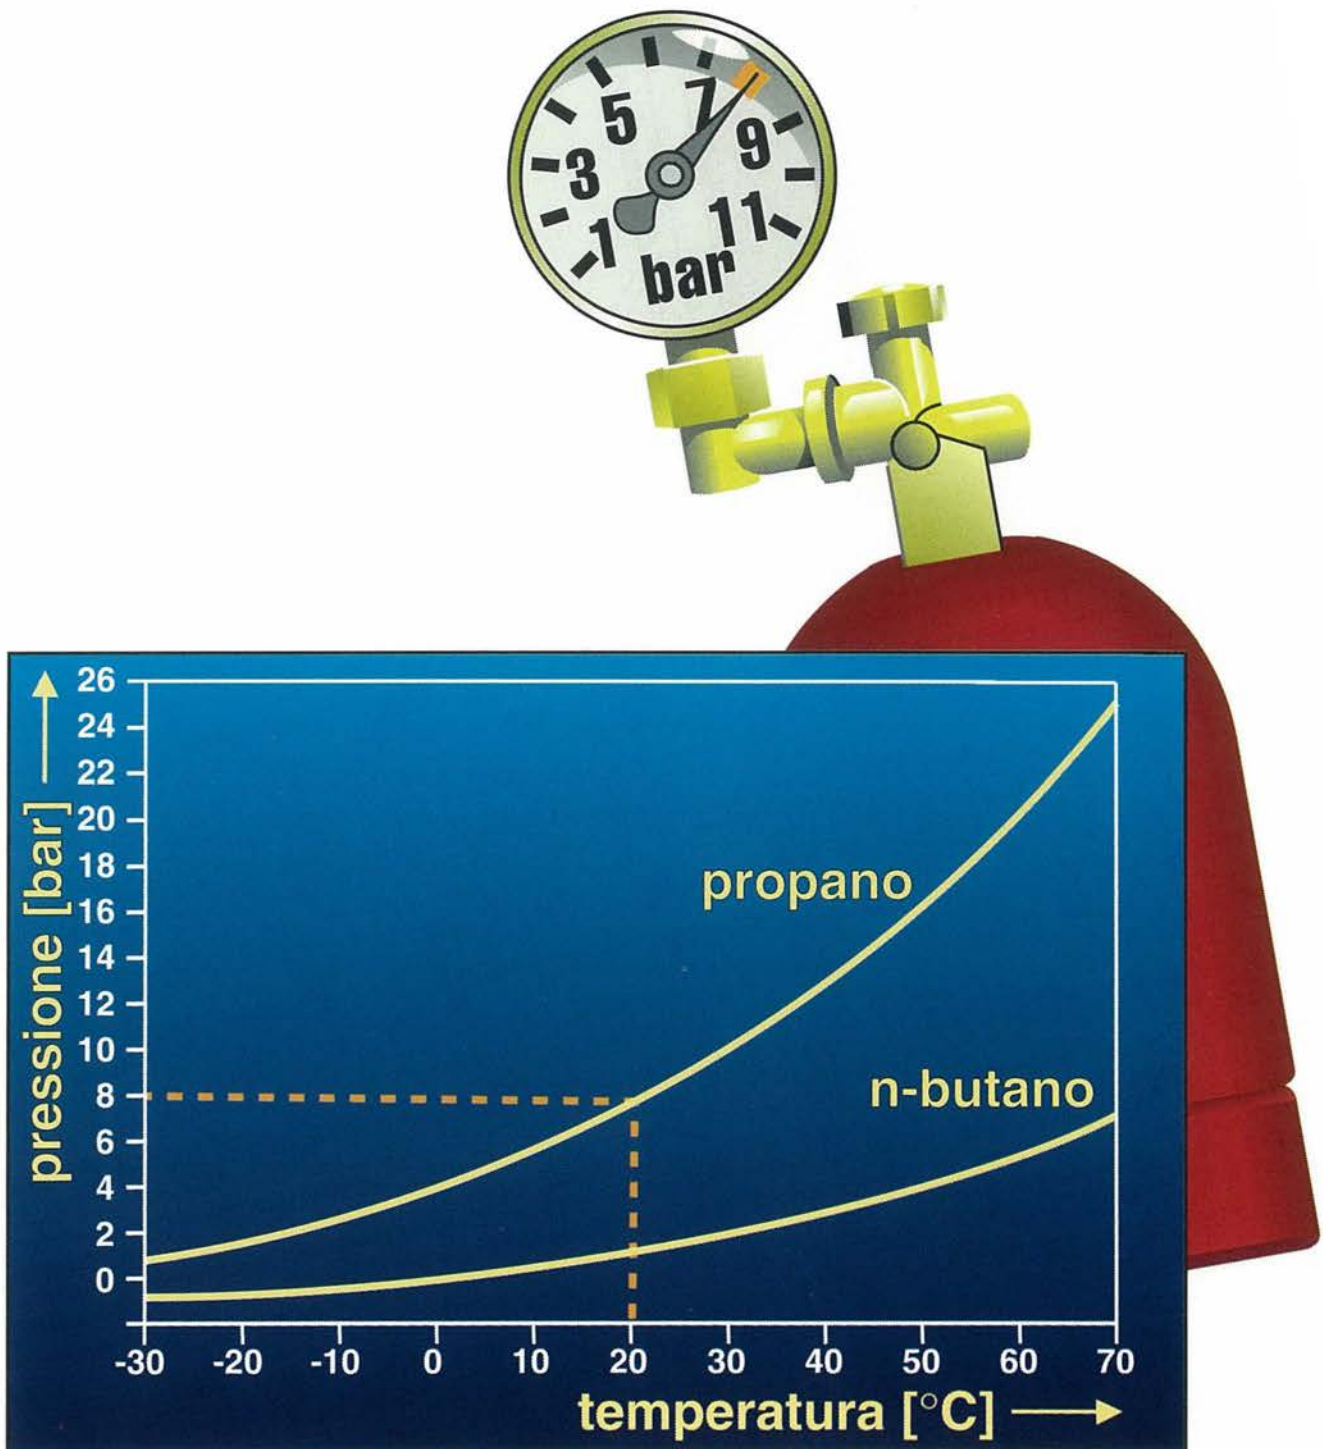

Figura 8: Curva della tensione di vapore del propano e del n-butano.
- La pressione all'interno dei recipienti per GPL, come cisterne o bombole, dipende unicamente dalla temperatura (cfr. la curva della tensione di vapore, figura 8); ad es. per il propano essa è di 8 bar a 20 °C.